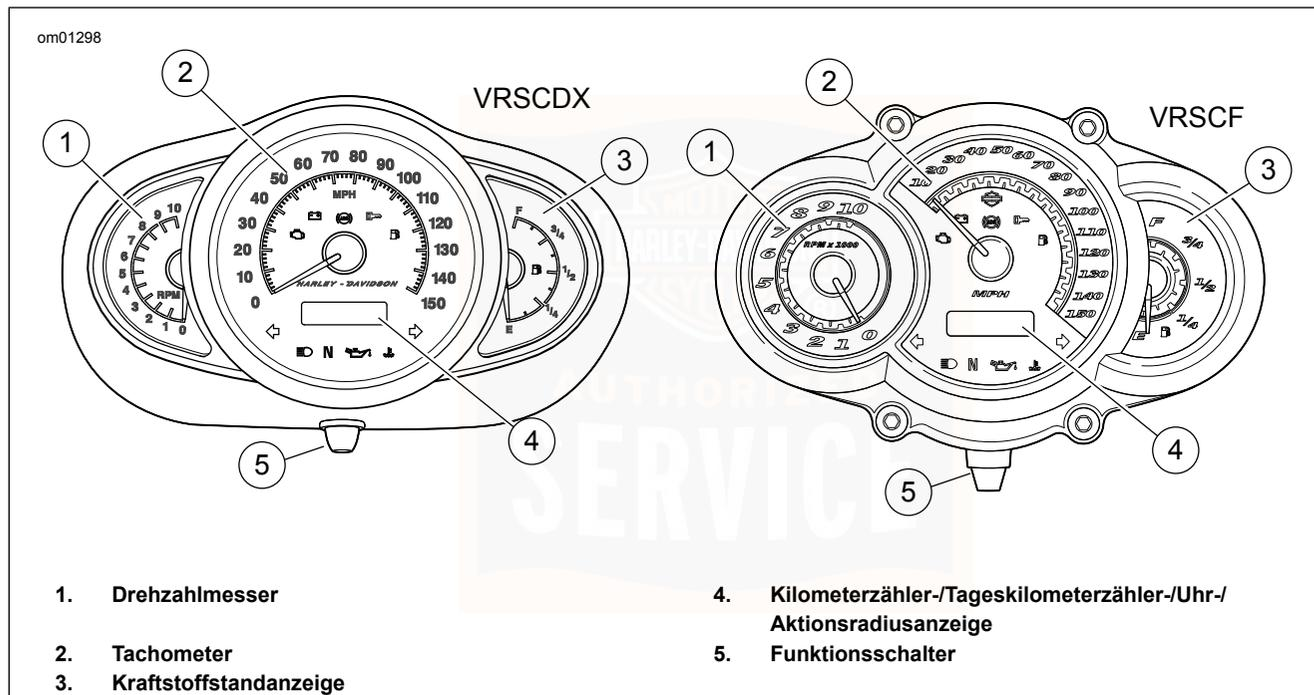

Abbildung 6. Instrumentenblock: VRSC-Modelle
Siehe Abbildung 6. Der Tachometer registriert die Vorwärtsgeschwindigkeit in Kilometer pro Stunde (internationale Modelle) oder Meilen pro Stunde (US-Modelle). Der Tachometer bietet auch folgende wählbare Funktionen:
1. Siehe Abbildung 6. Wenn der Zündschalter in beliebiger Stellung ist, werden durch Drücken des Funktionsschalters die Kilometerzähleranzeige und die Uhr aktiviert. Uhrzeit und Kilometerstand können ohne Entsperren des Zündschalters nachgesehen werden. Den Funktionsschalter kurz drücken, um den Kilometerzähler einzublenden. Den Funktionsschalter noch einmal kurz drücken, um die Uhrzeit einzublenden.
2. Siehe Abbildung 6. Den Funktionsschalter drücken, bis die Zeit (Stunden und Minuten) eingeblendet wird. Den Funktionsschalter fünf Sekunden oder so lange gedrückt halten, bis 12HR auf der Tachometeranzeige zu blinken beginnt. Den Knopf loslassen.
Siehe Abbildung 6. Der Drehzahlmesser misst die Motordrehzahl in Umdrehungen pro Minute (U/min).